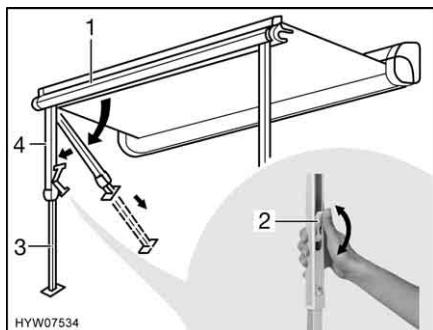

Fig. 8 Installazione dei montanti di supporto
- Estrarre i montanti di supporto (Fig. 8,4) dal listello anteriore (Fig. 8,1) ribaltandoli e montarli.
- Aprire il bloccaggio sui montanti di supporto. A tal fine ripiegare la leva di serraggio (Fig. 8,2) verso l'alto.
- Estrarre la parte inferiore dei montanti di supporto (Fig. 8,3) fino alla lunghezza desiderata.